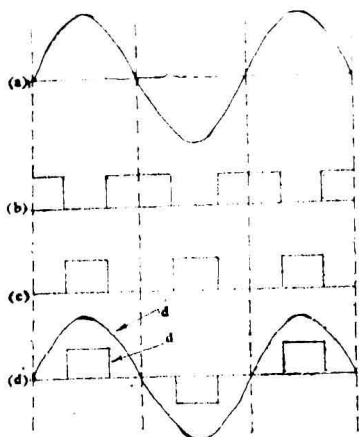

图 4
中可看出，只有主晶体管 BG_2 导通、灯丝变压器才有电流通过，只有 BG_2 导通的周期和电源同相、在 T_1 的初级获得一个完整的正弦波，主晶体管导通与截止的回路，有DC的恒流源加在电阻 R_2 两端，其幅度的大小由mA值来决定的，调节幅度有mA选择器来决定，电阻 R_2 的直流电压加到运算放大器 A_1 同相输入端③脚，从 A_1 ⑥脚输出，加到主晶体管 BG_2 基极，Q为矩形波发生器，输出的矩形波如图4(b)，只有输出矩形波，晶体管 BG_1 才能导通一次。运算放大器 A_1 ⑥脚输出为零。只有晶体管 BG_1 截止，晶体管 BG_2 才能导通。图4是波形图， d' 是电源正弦波， d 是正负矩形波，加在灯丝变压器初级 T_1 。只控制矩形波幅度，不超过正弦波包络线，电源如波动，它基本上不受影响。具体控制电路见分图501—06662O1/2、501—06662O2/2、501—06663A。主晶体管(BG_2)发射极加了检测电阻 R_1 ，检测电阻 R_1 的电压加到运算放大器 A_1 反相输入端②脚。检测灯丝变压器初级的稳定性。如果初级电